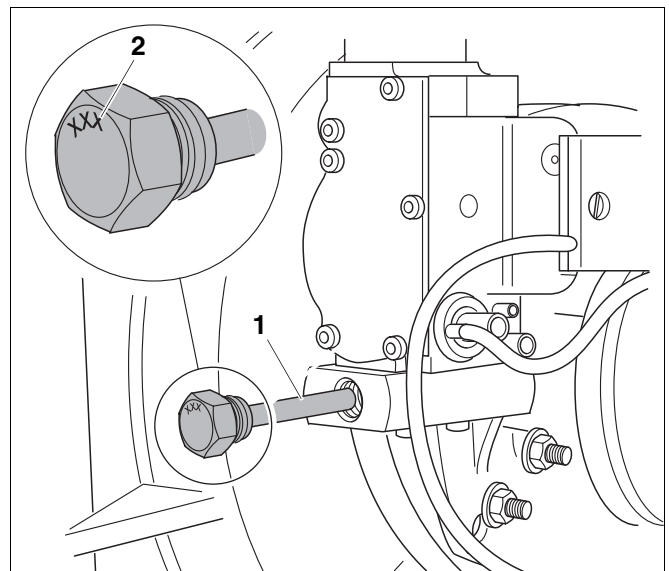

Abb. 12 Umstellung auf Erdgas L, Gasdrosseln wechseln
Der Brenner ist ab Werk auf Erdgas H eingestellt. Soll das Gerät auf Erdgas L umgestellt werden, müssen die Gasdrosseln (siehe Abb. 12) gewechselt werden.
- Prüfen Sie die Kennzeichnung der Gasdrossel (Abb. 12, **Pos. 2**) nach Tab. 2.
- Mit Schlüssel SW 16 die Gasdrosseln herausschrauben (Abb. 12, **Pos. 1**).